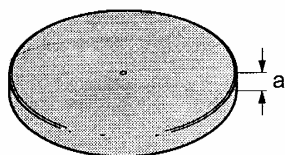

图 12-108 垫圈
(25) 垫圈的区别，铝制变速器在图 12-108 中尺寸 a 为 7mm，镁制变速器则为 11mm。